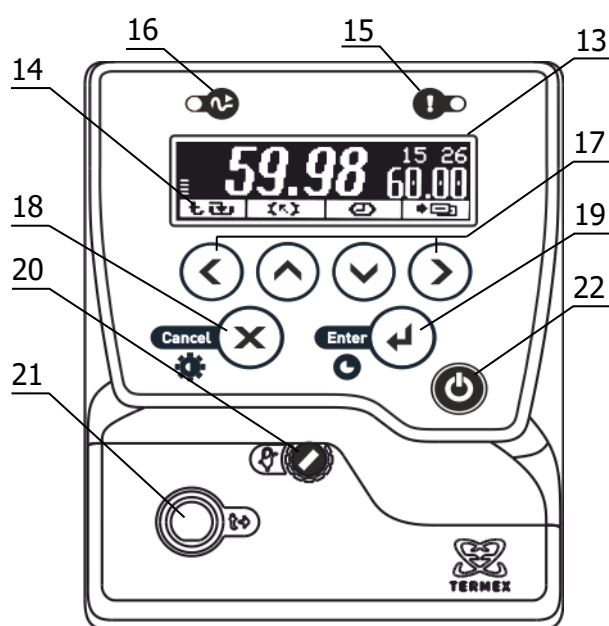

Рисунок 2 – Лицевая панель
Система безопасности блока регулирования отключает двигатель насоса и нагреватель при срабатывании хотя бы одной из защит или неисправности датчика температуры (1.2.13). При срабатывании системы безопасности раздается звуковой сигнал, загорается индикатор 15 (рисунок 2) и на дисплей 13 выводится информация о причине неисправности.
2.3.1 После подключения сетевого кабеля к электрической сети блок регулирования переходит в режим ожидания. Подключение сопровождается кратковременной подсветкой дисплея 13 (рисунок 2).
2.3.6 Для регулировки яркости подсветки или контраста дисплея нажать кнопку 18 (X), выбрать изменяемый параметр кнопками (▲) и (▼) и установить его значение кнопками (◀) и (▶). Зафиксировать изменение нажатием кнопки 19 (↔) (рисунок 2).
2.7.6 Для выбора уставки в качестве текущей кнопками (▲) и (▼) подвести к ней указатель. Значение отмеченной указателем уставки дублируется крупными цифрами в правой части дисплея. Для подтверждения выбора отмеченной уставки нажать кнопку 19 (←). Для отмены выбора нажать кнопку 18 (✕) (рисунок 2).
2.7.7 Для изменения численного значения отмеченной указателем уставки нажать кнопку (▶). На рамке, обрамляющей значение уставки в правой части дисплея, появятся "засечки", указывающие на изменяемую позицию в численном значении. Цифра в отмеченной позиции мигает. Нажатиями кнопок (▲) и (▼) установить требуемую цифру в отмеченной позиции. Если удерживать кнопку нажатой, значение уставки будет изменяться непрерывно. Нажатиями кнопок (◀) и (▶) переместить отметку изменяемой позиции. Дискретность изменения значения уставки зависит от положения изменяемой позиции: если отмечена позиция десятков, то при единичном нажатии кнопки (▲) или (▼) значение уставки изменится на 10 °С. Если отмечена позиция десятых долей, то значение уставки изменится на 0.1 °С соответственно. Закончить ввод нового значения уставки нажатием кнопки 19 (←). Для возврата к значению уставки до ее изменения нажать кнопку 18 (✕) (рисунок 2).
2.8.3 При срабатывании защиты раздается звуковой сигнал и загорается красный индикатор срабатывания системы безопасности 15 (рисунок 2). Работа насоса и нагревателя будет блокирована. На дисплее отобразится текущее состояние системы защит.